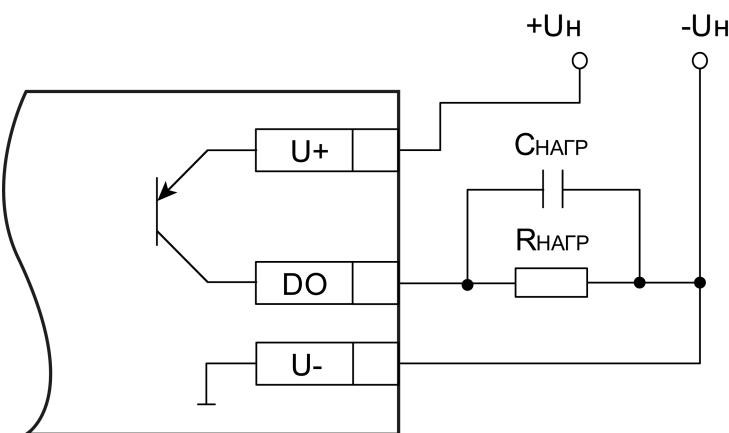

Рисунок 5.11 – Схема подключения нагрузки в режиме включения «верхний ключ»
- верхний ключ (рисунок 5.11) – для коммутации нагрузки с меньшей емкостью и большим током;